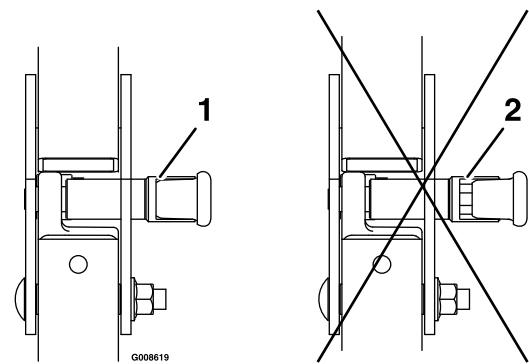

Figure 9
3. Appuyez sur l'arceau de sécurité et vérifiez que les deux goupilles sont engagées (Figure 9).